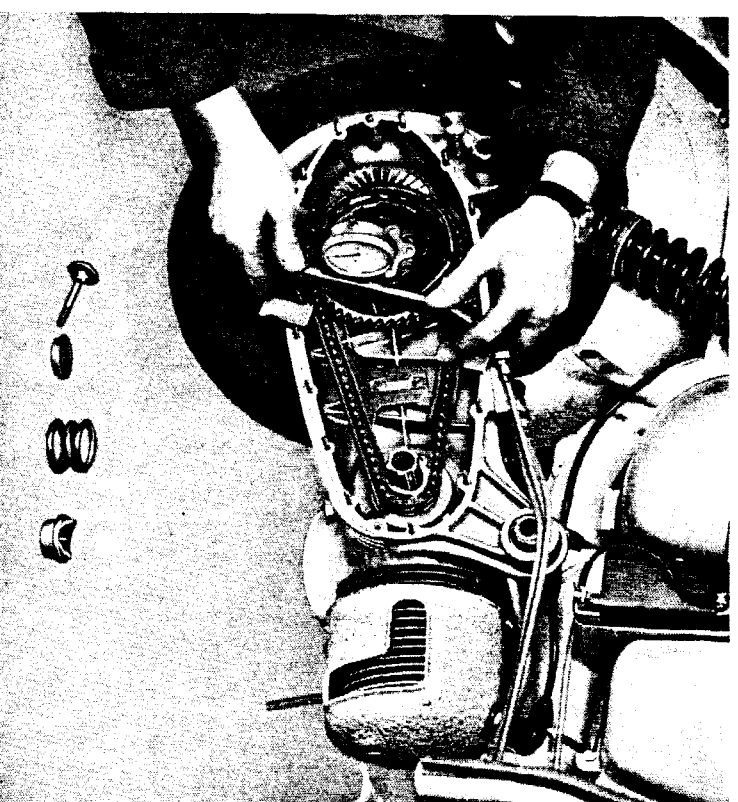

Fig. 29
b) Se mide luego la cota del plano de la corona dentada (véase fig. 29). La lectura debe ser comprendida entre milímetros $+ 0,05$ y $- 0,25$. Si la lectura no estuviere comprendida entre estos límites, es necesario desmontar la corona del embrague y aumentar o disminuir el espesor de la o de las arandelas de reglaje sobre el primario entre la corona y el cojinete de bolas, hasta llevar la lectura dentro de los límites indicados. Hace falta, por lo tanto, a tal fin, disponer del surtido completo de las arandelas de distinto espesor.